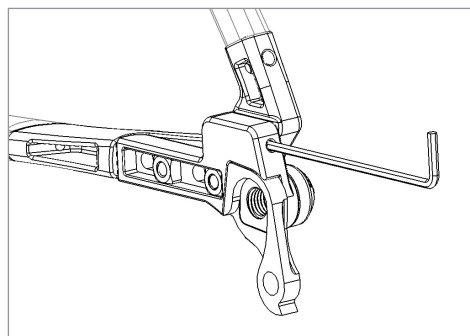

Figure 5
8. À l'aide d'une clé hexagonale de 3 mm, tournez les deux vis M4 dans le sens horaire jusqu'à ce que les plaques de pattes soient complètement avancées (figure 5)